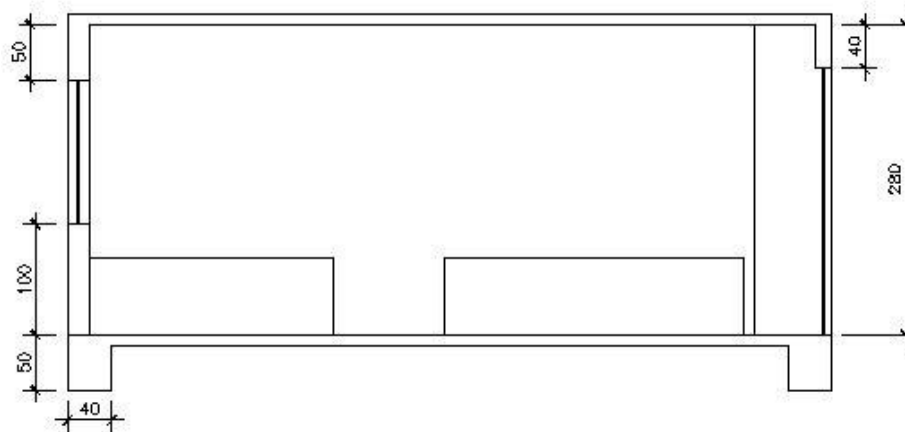

Figura 36 – Corte
15. Para o piso representaremos as sapatas de sustentação. Faça conforme as medidas da figura 36. Obs: As medidas de sustentação são meramente ilustrativas, haja vista o seu tamanho é determinado pelo cálculo estrutural.